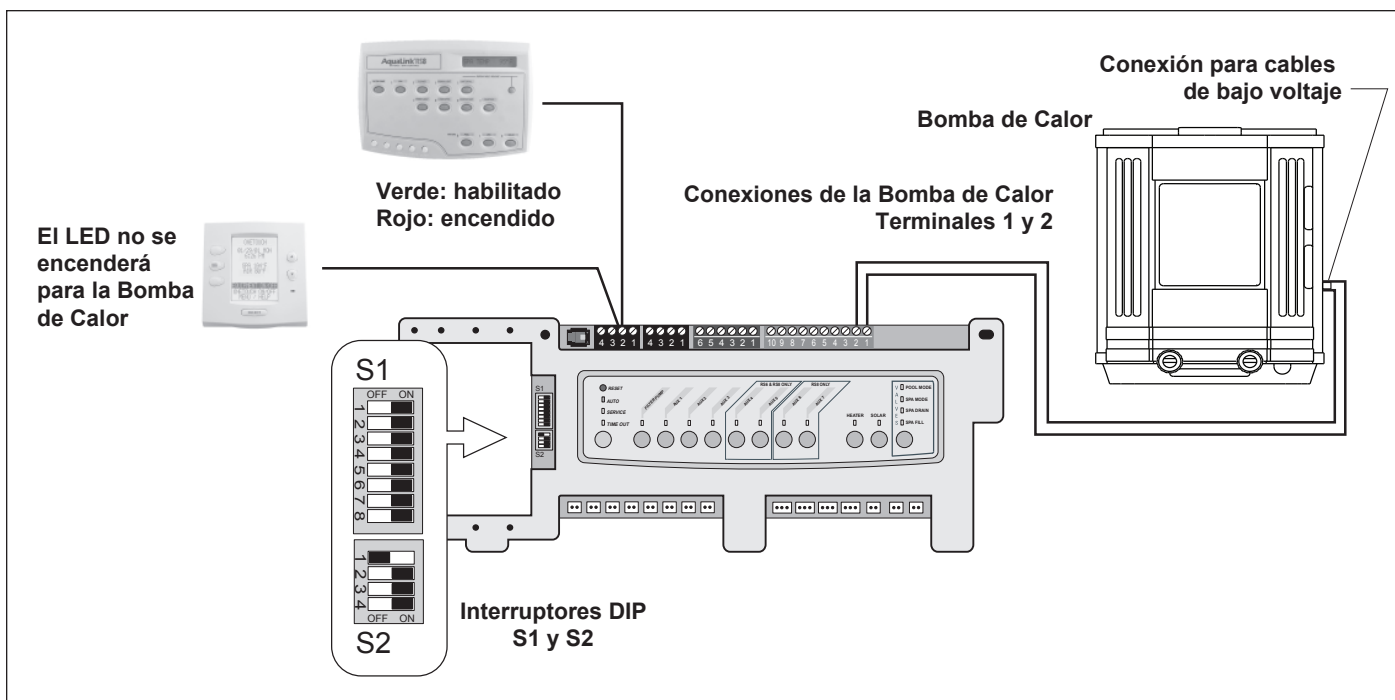

Figura 16. Cableado AquaLink RS a Bomba de Calor
3. Ponga el DIP S2-1 (pin no. 1 del interruptor DIP de 4 posiciones) en la posición ON (encendido) (Ver Figura 16).